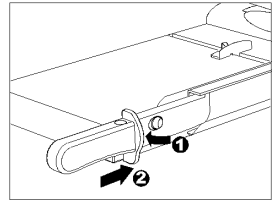

Figura 4
- Abbassare il dispositivo di blocco della leva (figura 4/1).
- Spingere contemporaneamente indietro la leva di taglio afferrandola dall'impugnatura (figura 4/2).